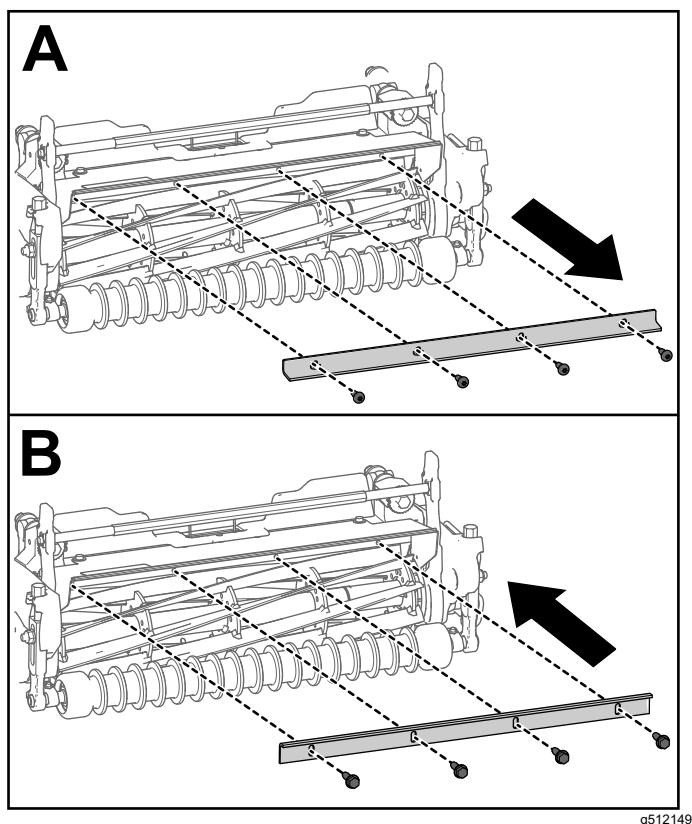

Figura 5
- Dacă modelele de unități de tăiere 04657 și 04658 sunt utilizate pe orice altă unitate de tracțiune Greensmaster 3300 sau 3400, îndepărtați bara de deviere a ierbii și înlocuiți-o cu o bară de separare (nr. piesă 115-3303-03) și 4 șuruburi (nr. piesă 131-6150) așa cum se arată în **Figura 5**.